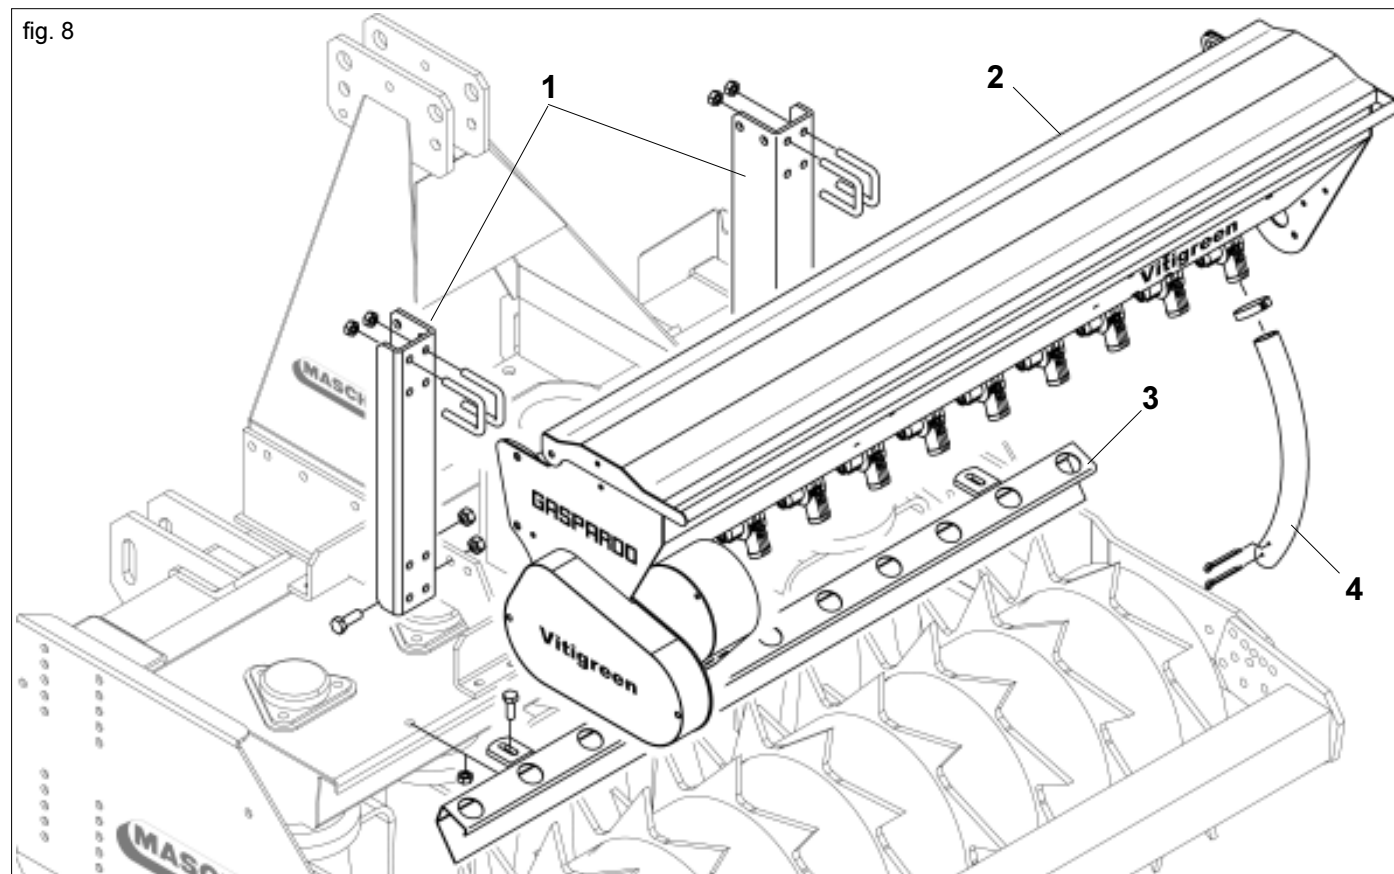
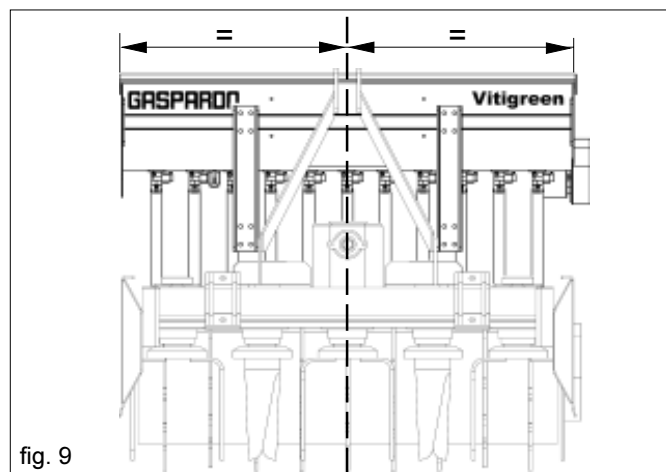

fig. 8
fig. 9
- 1) Fixer les supports de la trémie (1) sur l'équipement DLV de MASCHIO comme indiqué en Figure 8.
- 2) Moyennant les quatre cavaliers, fixer la barre de soutien (1 Fig. 10) de la trémie (2 Fig. 8) sur les supports (1 Fig. 8), en la centrant sur l'axe de l'équipement (Fig. 9).
- 3) Fixer sur l'équipement la barre de distribution des graines (3 Fig. 8).
- 4) Raccorder, avec les tubes de descente (4), la trémie à la barre de distribution des graines (3 Fig. 8).